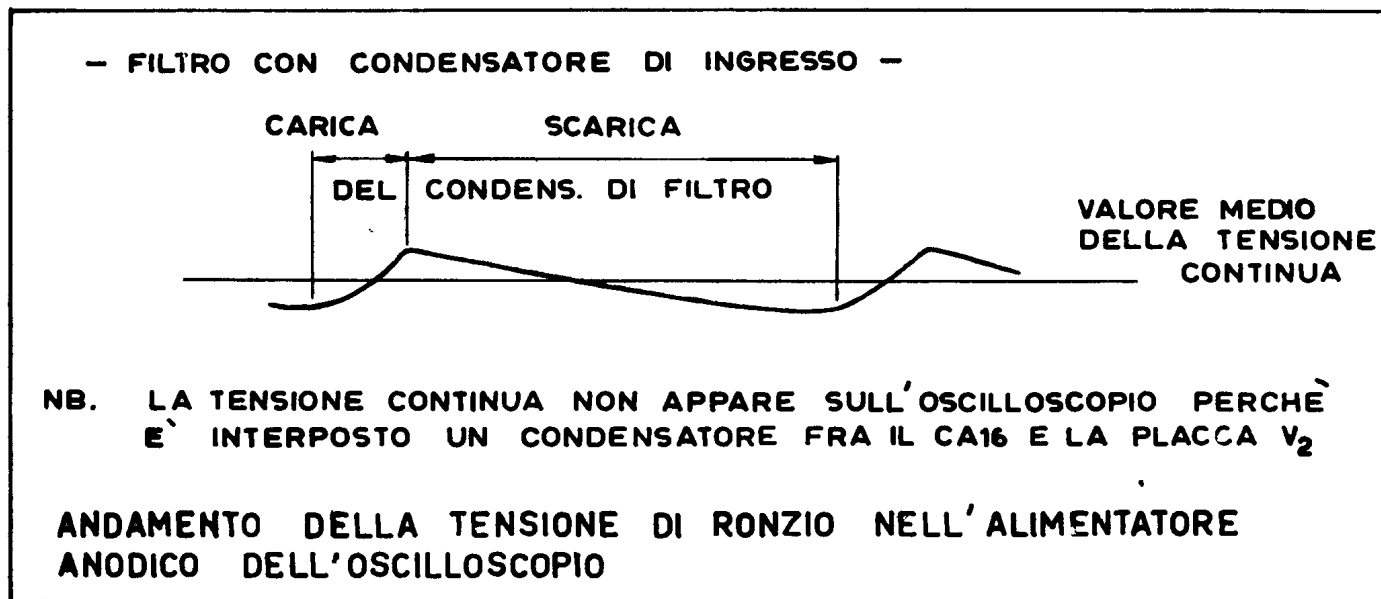

Fig. 10
Applichi alla placchetta verticale V2 la tensione del CA16 (B), tramite il condensatore da 0,5  $\mu$ F. Sullo schermo deve apparire la classica forma della tensione di ronzio formata da due tratti : il primo breve, ascendente, dovuto alla carica del primo condensatore di filtro ed il secondo, più lungo, dovuto alla scarica dello stesso condensatore (fig. 10). Se la figura tende a muoversi sia verso sinistra sia verso destra, potrà fermarla ruotando il solito P6 e potrà far apparire un solo ciclo, oppure più cicli, a suo piacere.